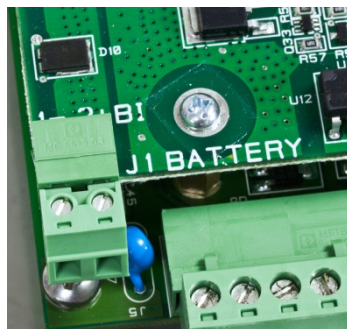

Abbildung 3-32: PAB-Akkupack-Verbinder (links) und Installation des Akkukabels
10. Schließlich werden die beiden Drähte vom NiMH-Akkuverbindungskabel an den beiden Klemmen J1-BATTERY-Ports auf der IND560x-Stromadapterplatte abgeschlossen (Abbildung 3-32). Die Drahtfarben für die einzelnen Anschlüsse sind in Tabelle 3-10 aufgeführt. Alle losen Akkupackdrähte am Gehäuse des IND560x-Terminals (siehe Abbildung 3-32) befestigen.